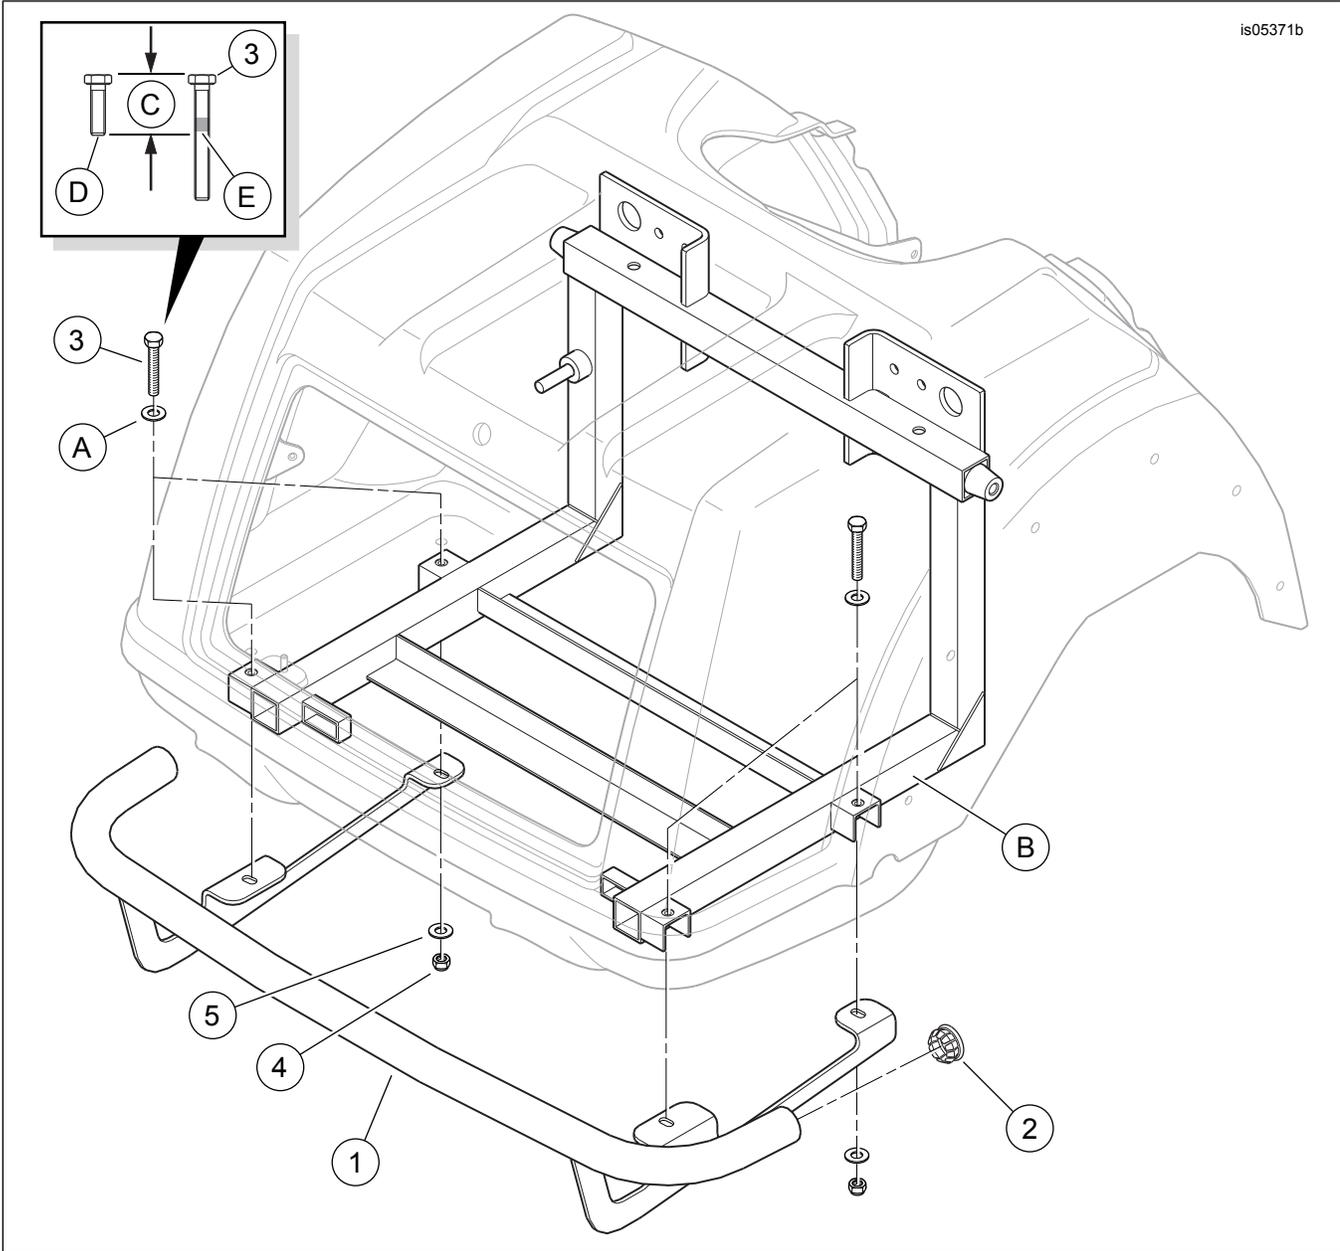

Figura 1. Contenido del kit: Protector trasero Trike
1. Vea la Figura 1. Ubique los cuatro tornillos con arandelas (A) en el fondo del compartimiento del portaequipajes que fijan el cuerpo al chasis trasero. Deje la arandela en su lugar, quite uno de los tornillos. Guarde el tornillo para el siguiente paso y, a continuación, deséchelo.
2. Vea la Figura 1. Aplique fijatornillos al tornillo (3).